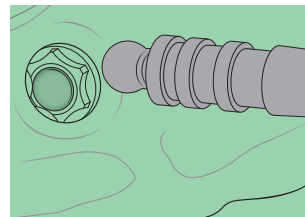

Fig. 7
8. (Fig. 7): Una vez fraguado el material de impresión (observar las instrucciones del fabricante!) se retira la cubeta de impresión de la boca, se monta el **Análogo de laboratorio Dal-Ro** en el pilar de bola moldeado y se controla el ajuste **correcto**.